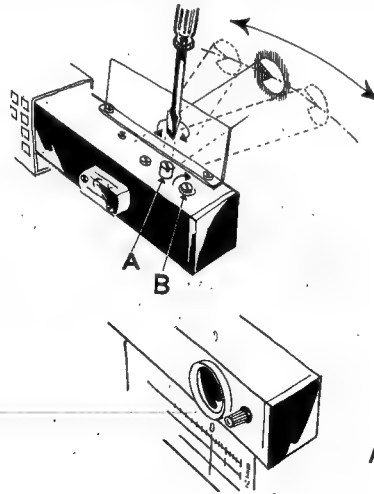

Abb. 36
3. Schraube B (Abb. 36) lockern und Exzenter A drehen, bis der Lichtpfeil um die Hälfte des Fehlers gegen Null verschoben ist. Schraube B anziehen.